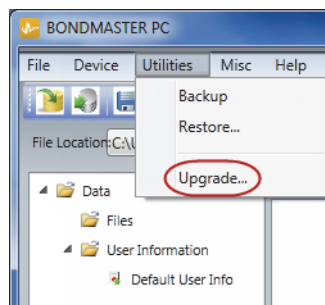

Figura 7-7 Il menu Utilities
5. Nel menu **Utilities** del BondMaster PC, selezionare **Upgrade** (vedere Figura 7-7 a pagina 195).